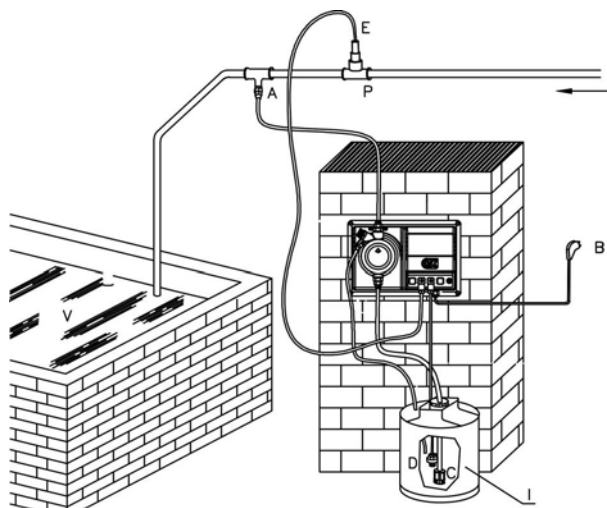

Fig. 19
9.2 - TYPICAL INSTALLATION (Fig. 19)